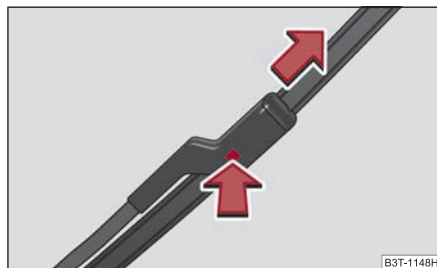

Fig. 71 Escobilla para el parabrisas
- Presione el seguro para desbloquear la escobilla y retirela en sentido de la flecha ⇒ fig. 71.